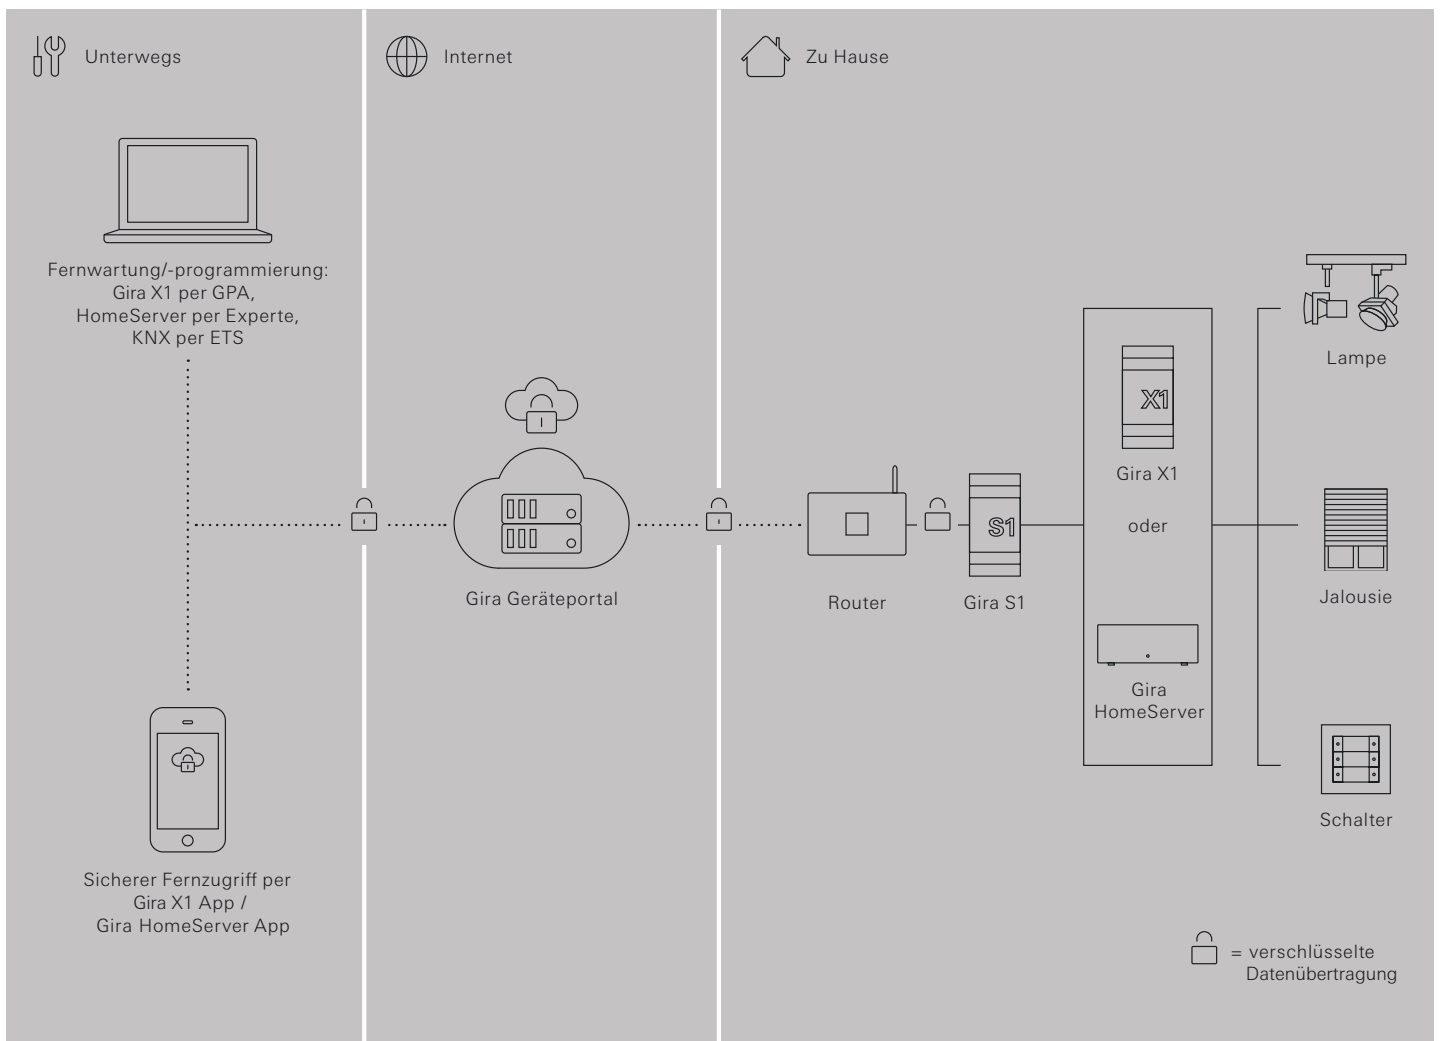

Bild 1: Übersicht über den sicheren Fernzugriff mit dem Gira S1
- Das Gerät auf Hutschiene nach DIN EN 60715 aufsnappen. Einbaulage siehe Bild 1.
- Externe Spannungsversorgung an Anschlussklemme (3) anschließen.